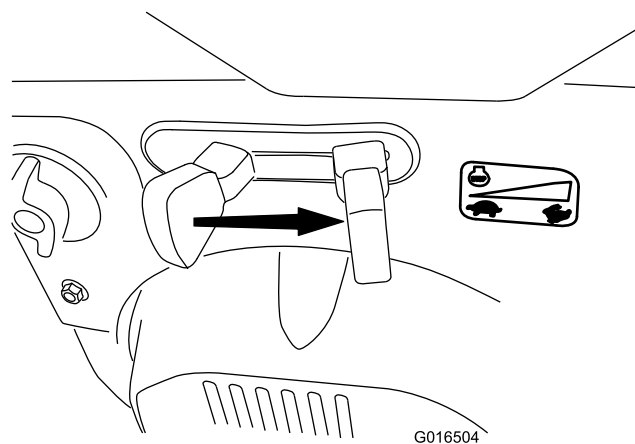

Figure 31
6. Placez la commande d'accélérateur en position HAUT RÉGIME (Figure 31).